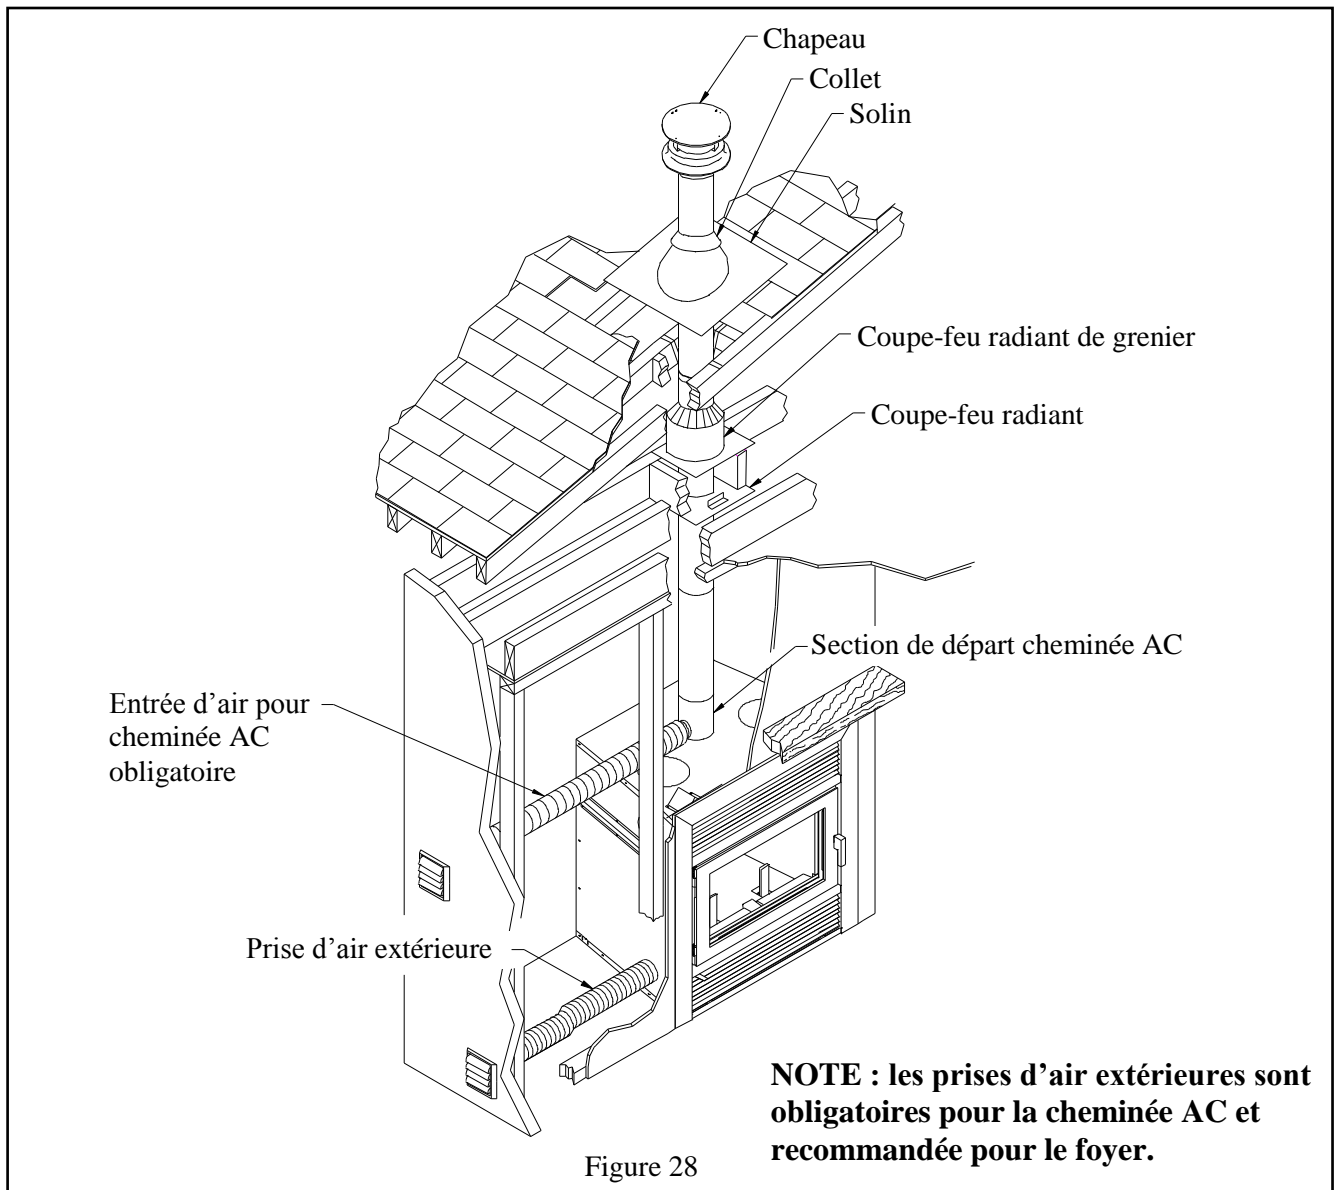

Figure 28
3. Pour les cheminées ASHT+ / HT6103+ et S-2100+ / HT6000+, placez la première section de cheminée sur le foyer. Verrouillez-la en place en effectuant une rotation de ¼ de tour dans le sens horaire. Pour la cheminée AC, une section de départ doit être utilisée avant de pouvoir placer la première section de cheminée (voir Figure 28). Continuez à assembler la cheminée en plaçant les sections les unes après les autres et en les verrouillant.